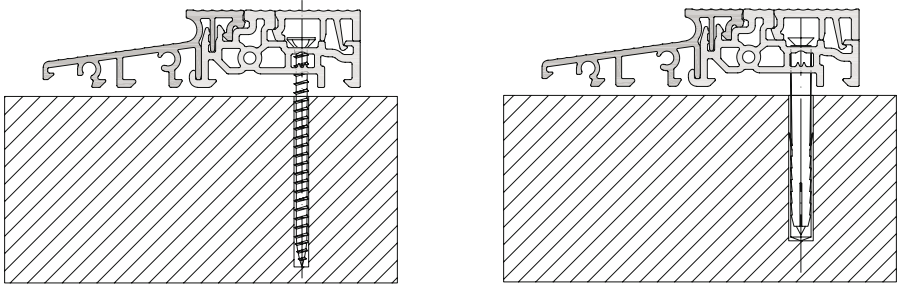
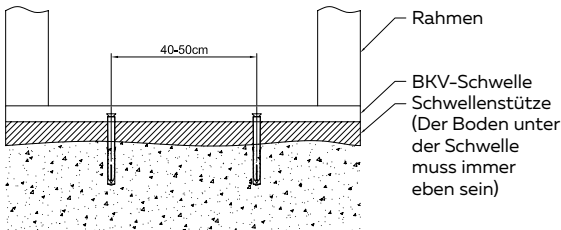

Abb. 4
Abb. 5
11. Beim Einbau einer Aluminiumschwelle muss der Boden unter der Schwelle nivelliert werden (Abb. 5 Seite 8). Die Schwelle muss unbedingt mit Dübeln oder Schrauben (Abb. 4 S. 8) in einem Abstand von höchstens 50 cm zueinander montiert werden (Abb. 5 S. 8).